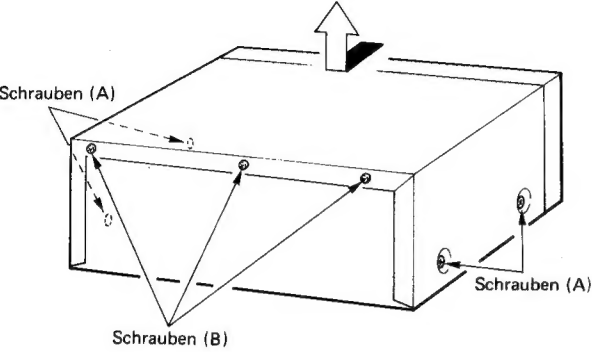

Abb. 1
Die vier Schrauben (A) und drei Schrauben (B), welche die obere Abdeckung halten, entfernen. Die Abdeckung sodann nach hinten schieben und abziehen. (Abb. 1)